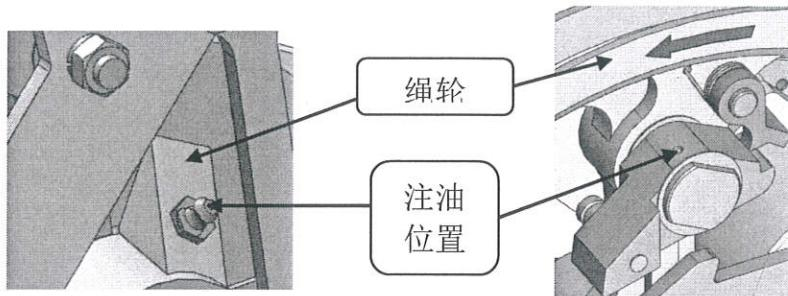

图 12 注油示意图
3.1.9.1 限速器绳轮轴承处每半年注 2 号钙基润滑脂一次(见图 12)。
3.1.9.2 棘爪每 3 个月注润滑油一次，如果限速器的工作环境恶劣（如：过于潮湿等）需缩短间隔时间，注油后将棘爪转动数次，使棘爪润滑均匀保证旋转过程中无任何卡涩，同时需要将压爪转动数次确保压爪旋转过程中无任何卡涩（见图 12）。